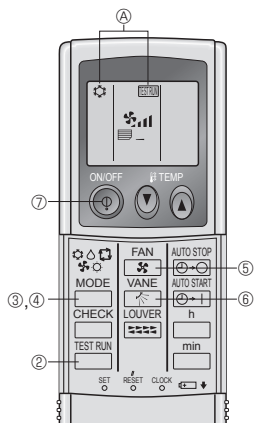

Рис. 7-5
7.2.2. Использование беспроводного пульта дистанционного управления (Рис. 7-5)